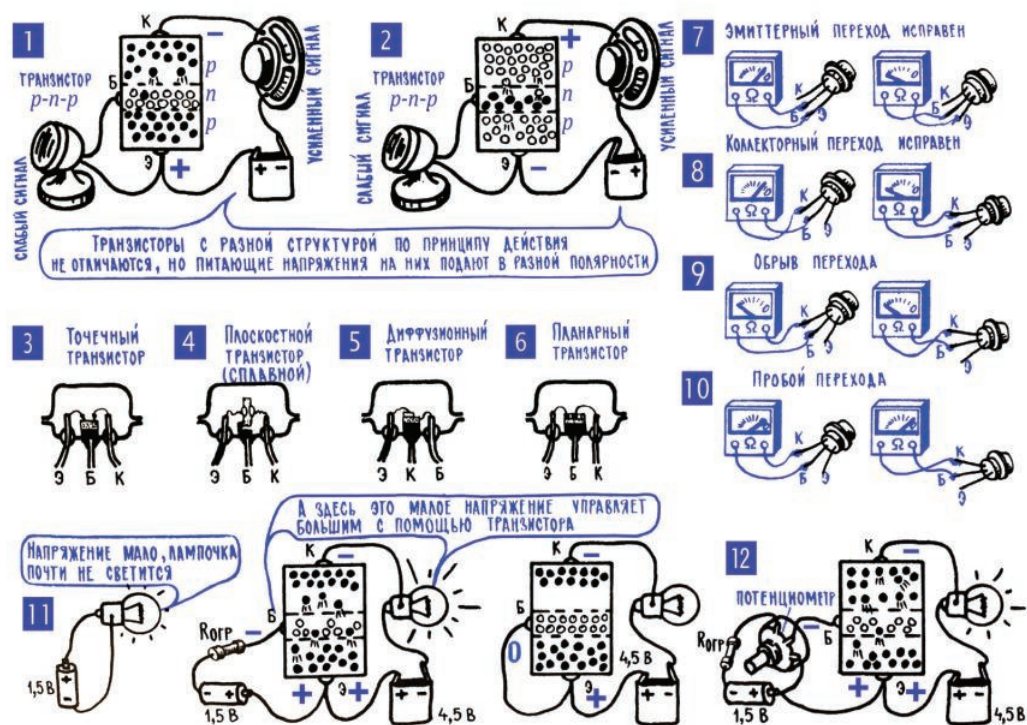
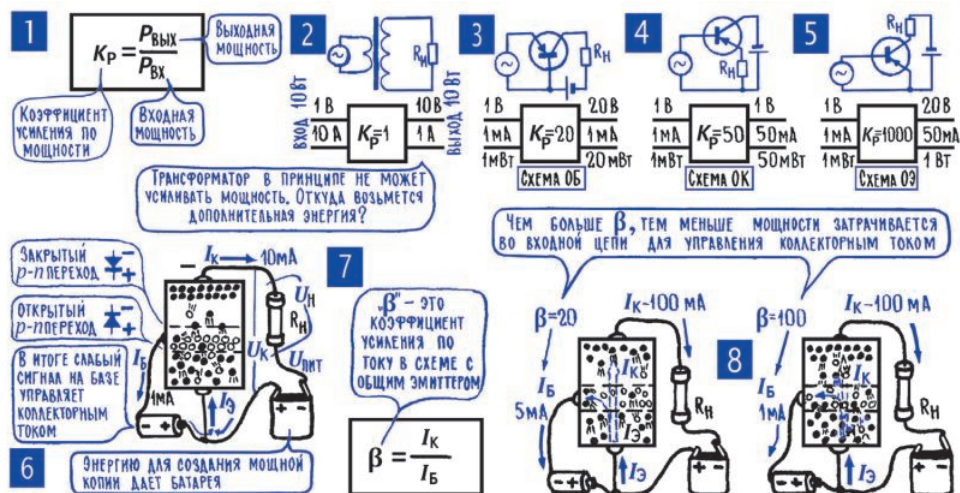

Рис. 9.8. Транзисторы
Рис. 10.1. Свойства транзистора
Можно сказать, что транзистор представляет собой два полупроводниковых диода с одной общей проводящей зоной (рис. 9.8). В зависимости от типа проводимости этой общей зоны могут быть и два типа транзисторов, с двумя разными последовательностями проводящих зон: *p-n-p* и *n-p-n* (рис. 9.8; 1, 2). Такие транзисторы с разной структурой, или, как их принято называть, транзисторы разной проводимости, не отличаются по принципу действия, по своим основным характеристикам и возможностям. Однако технология производства *p-n-p*-транзисторов в какое-то время была проще, удобнее, и тогда они стали основным типом полупроводниковых усилительных приборов. С того времени транзисторы со структурой *p-n-p* иногда называют транзисторами прямой проводимости, а со структурой *n-p-n*-транзисторами обратной проводимости.
**16. Три зоны транзистора – эмиттер, коллектор и база; усиливаемый сигнал подводят к эмиттерному  $p-n$ -переходу, усиленный получают в коллекторной цепи.** Средняя зона транзистора называется базой, сокращенное обозначение – «Б». Это название идет с давних времен, если, конечно, здесь применимо само это слово «давний» – транзистор изобретен в 1947 году. Тогда существовали только точечные транзисторы, у которых средняя зона была конструктивным основанием, базой прибора (рис. 9.8; 3). Сейчас ни точечных, ни плоскостных (рис. 9.8; 4) транзисторов уже не делают, их полностью вытеснили более технологичные и совершенные сначала диффузионные, а затем и планарные4 приборы (рис. 9.8; 6), однако названия рабочих зон, в том числе и название «база», остались без изменений.
На рис. 9.8; 1, 2 в самом общем виде показана схема включения транзистора в усилитель электрических сигналов. Транзистор позволяет практически осуществить систему усиления электрических сигналов, в которой
В опыте с подключением лампочки непосредственно к батарейке 1,5 В (рис. 9.8; 11) красный светодиод может в принципе тускло светиться (в зависимости от того, насколько батарейка новая), поэтому лучше выбирать других цветов – они гарантированно при таком напряжении светиться не будут. В эксперименте на рис. 9.8; 12 для современных транзисторов с большим коэффициентом передачи тока ( $\beta$ , см. гл. 10; 3, рис. 10.1; 7) переменного резистора с максимальным сопротивлением 1 кОм может не хватить – лампочка (светодиод) будет светиться одинаково при любом положении потенциометра. Лучше взять заведомо большее переменное сопротивление: 20–30 кОм и более (в зависимости от транзистора). Не забывайте про ограничительный резистор  $R_{\text{огр}}$  (100 Ом) – его отсутствие может привести к выгоранию перехода эмиттер–база.
Первая серия опытов (рис. 9.8; 7, 8; в мысленном эксперименте вместо омметра вполне можно включить лампочку и батарейку: чем ярче светится лампочка, тем, значит, больше ток и, следовательно, меньше сопротивление) – предварительная, она лишь подтверждает, что в  $p$ - $n$ - $p$ -транзисторе есть два  $p$ - $n$ -перехода и его можно рассматривать как два диода с общей зоной  $n$ . Транзистор типа  $p$ - $n$ - $p$  мы выбрали для определенности, но мож-
Вторая серия опытов начинается с того, что лампочку на 3,5 В мы подключаем к источнику с напряжением 1,5 В и убеждаемся, что лампочка не горит. Однако напряжение 1,5 В можно использовать для зажигания лампочки, если управлять этим процессом через транзистор (рис. 9.8; 11). Здесь энергию для свечения лампочки дает коллекторная батарея 4,5 В, а напряжение 1,5 В от элемента лишь подает команду «Светить!» ( $R_{\text{огр}} = 100 \text{ Ом}$  ограничивает базовый ток; этот резистор нужен во всех случаях, когда мы от мысленных экспериментов переходим к опытам «в металле» и при этом напряжение на базу подаем от отдельной батареи).
Следующий шаг: плавное изменение управляющего напряжения с помощью переменного резистора (рис. 9.8; 12) – ток в коллекторной цепи (о нем можно судить по яркости свечения лампочки) следует за всеми изменениями входного напряжения. Значит, если подать на вход транзистора, то есть подвести к эмиттерному  $p$ - $n$ -переходу, реальный электрический сигнал, то в коллекторной цепи появится его мощная копия.
**18. Открытый эмиттерный  $p$ - $n$ -переход «выстреливает» заряды в коллекторный  $p$ - $n$ -переход и тем самым меняет его сопротивление, управляет коллекторным током.** Прежде всего обратите внимание на то, в какой полярности поданы напряжения на эмиттерный и коллекторный  $p$ - $n$ -переходы в  $p$ - $n$ - $p$ -транзисторе. Коллекторная батарея подключена «минусом» к коллектору и «плюсом» к базе (в наших схемах «плюс» соединен с базой через эмиттер, но бывают схемы, где они соединяются непосредственно), и поэтому коллекторный переход, по сути дела, представляет собой диод, включенный в обратном направлении, сопротивление его очень велико (см. рис. 10.1; 6 в главе 10).
Итак, мы нашли нужную пару независимых и в то же время «пересекающихся» физических процессов: ток в цепи эмиттер–база и коллекторный ток. Образно говоря, мы нашли «заслонку», которую искали (гл. 9; 4), нашли способ менять сопротивление реостата (коллекторная цепь) с помощью электрического сигнала (напряжение на участке база–эмиттер). Но сможет ли эта пара процессов, сможет ли наш реостат, управляемый электрическим сигналом, давать усиление? Будет ли изменение мощности в коллекторной цепи больше, чем затраты мощности на создание тока в цепи эмиттер–база? Ответ на этот принципиальный вопрос – усилитель или ослабитель? – был получен нами еще «до того», в нескольких простейших экспериментах (рис. 9.8; 11, 12), доказавших: с помощью транзистора можно усиливать электрические сигналы. И, вдохновившись этим приятным «транзистор – да!», попробуем в деталях выяснить, что конкретно делает транзистор в усилителе сигналов, сколько чего получает и отдает.
1. **Мощность усиленного сигнала выделяется в нагрузку.** Чтобы от общих представлений об усилителях, от усилителя в принципе, сделать первый шаг к конкретным усилительным схемам, нужно включить в цепь, где проходит коллекторный ток, нагрузку. Именно нагрузка отбирает у меняющегося коллекторного тока мощность, отбирает мощность у «мощной копии» сигнала, превращает ее в звук, в свет на экране, в какое-либо действие в системе автоматического управления или, наконец, просто в более мощный электрический сигнал, который подвергается дальнейшей обработке. Соответственно, в качестве нагрузки может быть включен громкоговоритель, светодиод, исполнительное устройство электронного автомата. Но для электрических цепей усилителя все они не более чем потребители энергии, такие же, как резисторы. И, интересуясь пока только «электрическими событиями» в транзисторном усилителе, будем считать его нагрузкой обычный резистор  $R_H$  (рис. 10.1; 6). Тем более что очень часто, когда от усилителя требуется просто более мощный электрический сигнал, именно резистор включен в коллекторную цепь.
На рис. 10.1 показано несколько примеров того, что может произойти с мощностью электрического сигнала в некотором условном его преобразователе – он изображен в виде квадрата. Цифры в примерах подобраны так, чтобы без громоздких вычислений можно было уловить суть дела. Первый пример относится к трансформатору и подтверждает, что он не увеличивает мощность сигнала1. Мощность могут повысить разные схемы транзисторных усилителей, но делают они это по-разному. Схема с общей базой (ОБ) повышает мощность, увеличивая напряжение сигнала (об этом принято говорить так: схема дает усиление по напряжению), схема с общим коллектором (ОК) – за счет увеличения тока (усиление по току), а схема с общим эмиттером (ОЭ) – увеличивая и ток и напряжение, причем, как правило, в разное число раз. Нужно, по-видимому, пояснить, что термины «общая база» ОБ, «общий коллектор» ОК и «общий эмиттер» ОЭ отражают особенности включения самого транзистора в схему усилителя. Об этих особенностях речь впереди (см. гл. 12; 8–16), а пока знакомство с транзисторным усилителем продолжим на примере самой распространенной его схемы с общим эмиттером ОЭ, которая, кстати, рассматривалась и во всех предыдущих примерах (рис. 9.8, рис. 10.1; 6).
несколько более глубоко отражающими суть дела: чем больший коллекторный ток  $I_k$  создается сигналом, который создает при этом во входной цепи ток  $I_{\sigma}$ , тем выше усиление по току. И наконец, третье описание сложившихся взаимоотношений между токами транзистора: отношение  $I_k$  к  $I_{\sigma}$  называется «коэффициент усиления по току»  $\beta$ , и чем выше этот коэффициент  $\beta$ , тем лучше транзистор усиливает ток (рис. 10.1; 7, 8).